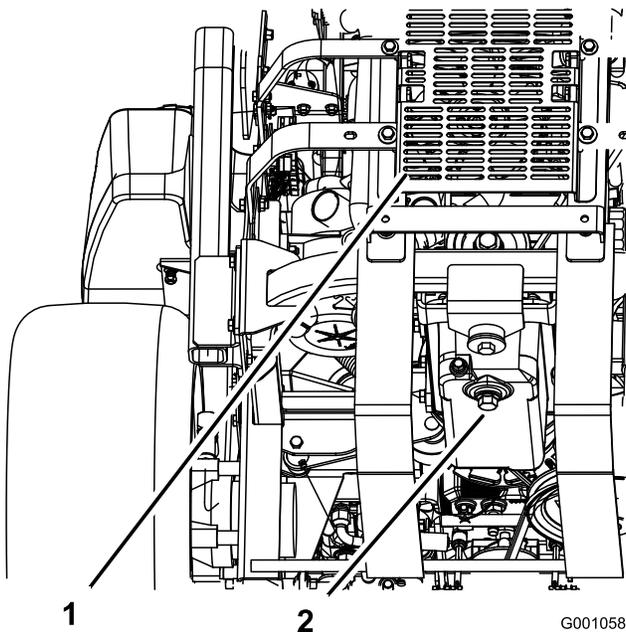

Figura 41
5. Collocate una bacinella sotto lo spurgo dell'olio. Togliete il tappo dell'olio e lasciate defluire completamente l'olio (Figura 41).